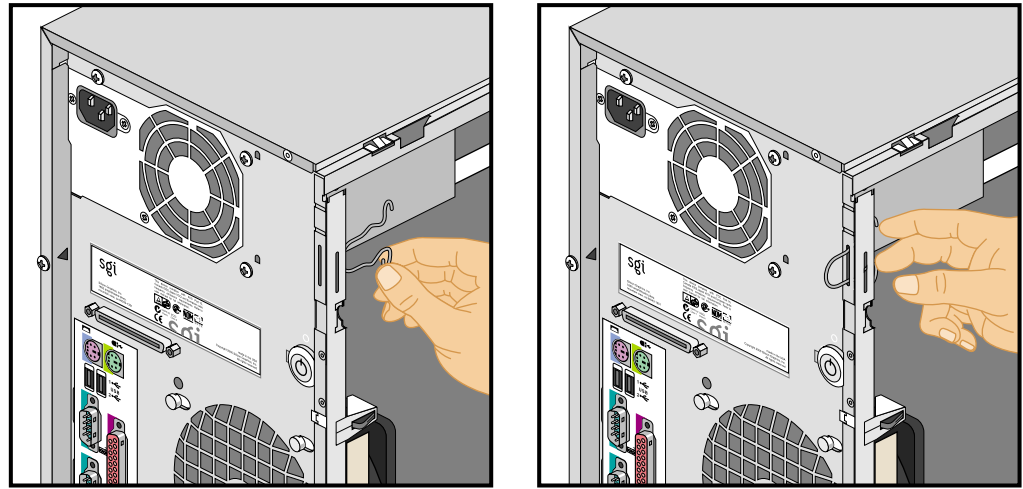

Abbildung 2-36 Anbringen der Verriegelungsöse in der Halteaussparung
5. Setzen Sie den ringförmigen Teil der Verriegelungsöse in die Aussparung im Gehäuse ein, und drücken Sie die Öse nach vorn, bis sie einrastet. Abbildung 2-36 veranschaulicht das Vorgehen.